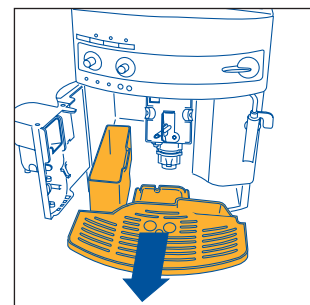

Fig. 16
**ANM 7:** Maskinen räknar antalet kaffekoppar som har lagats. Efter 14 koppar kaffe (eller 7 dubbla koppar) tänds kontrollampan  (avsnitt 12 punkt 3) för att varna för att behållaren för kaffesump är full och behöver tömmas och rengöras. Kontrollampan förblir tänd tills du rengör behållaren och det går inte att laga något kaffe. Öppna luckan framtill genom att dra i handtaget (fig. 15). Kontrollampan  börjar blinka (se avsnitt 12 punkt 9). Ta loss droppskålen (fig. 16), töm och rengör den. Töm och rengör behållaren för kaffesump noggrant. Se till att du får bort alla rester som kan finnas på botten. Torka också bort eventuella kondensdroppar som har bildats inuti maskinen under droppskålen. **IOBS: När du tar loss droppskålen MÅSTE DU alltid tömma behållaren för kaffesump, även om den inte är full. Om du inte gör det kan det hända att sumpbehållaren fylls mer än väntat nästa gång du lagar kaffe och att maskinen täpps igen av sump.**
- ta loss droppskålen och behållaren för kaffesump (fig. 16) och diska dem;